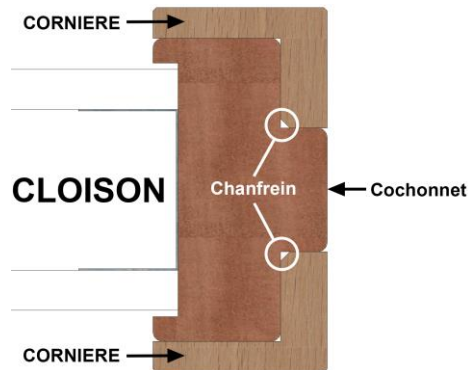

Figure 4
b) Avec feuillure et contre feuillure : figure 4
5.3.1.4. CAS AVEC FEUILLURE ET CONTRE FEUILLURE SUR MONTANTS SEULEMENT (SECTION < 118x56)*- figure 4 -